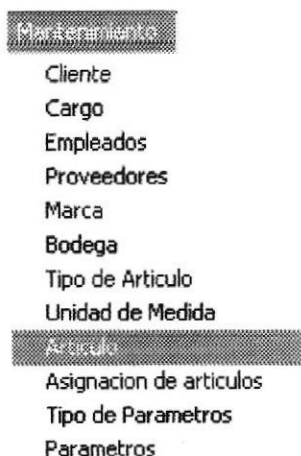

Figura 8.37. Seleccionando Artículo.
2. Seleccione la opción <Artículo> en el menú de Mantenimiento dando clic con el mouse como se muestra en la figura 8.37.